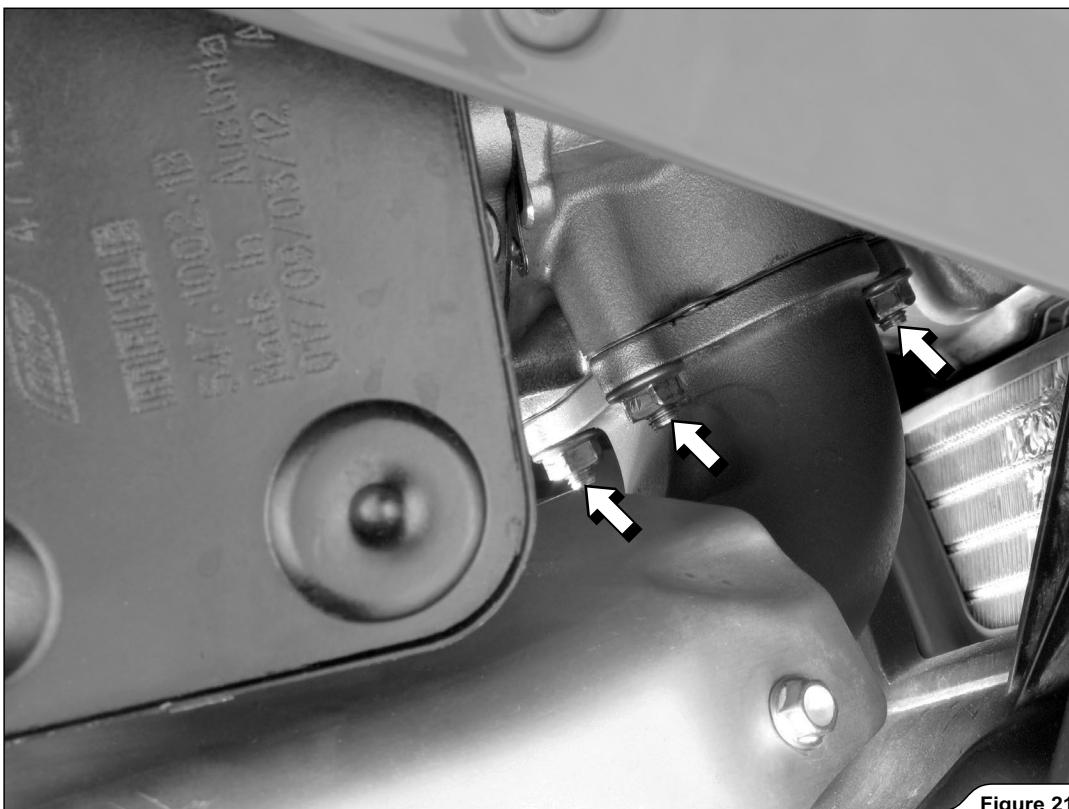

Figure 21
17. Desserrer les écrous indiqués et déposer avec soin le tuyau du collecteur avant du motocycle (Figure 21).
17. Die angegebenen Muttern lösen, dann das vordere Krümmerrohr vorsichtig vom Motorrad entfernen (Figure 21).